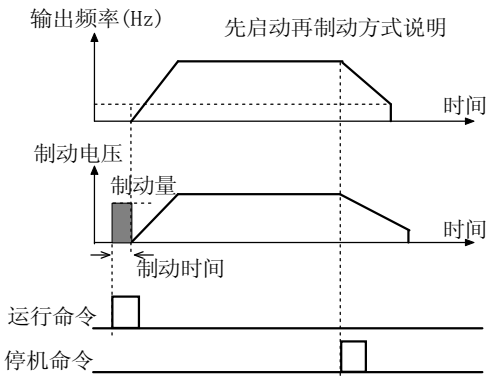

图 5-1-1 启动制动
- ◆ 先制动，再启动：变频器先给负载电机施加一段时间的直流制动能量，然后再启动，如图5-1-1所示。此方式适合于停机状态有正转或反转现象的小惯性负载，如风机等。直流制动参数设定参见P1.03、P1.04。
P1.03、P1.04 仅在启动运行方式选择先制动再起动方式 (P1.00=1) 时有效，如图图5-1-1所示。
参见图 5-1-1，在启动制动期间，输出启动直流制动电流 P1.03。